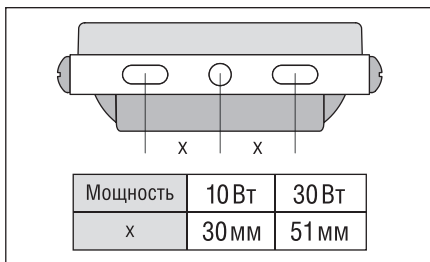

Рис. 2
- Прожектор устанавливают на поверхности при помощи кронштейна с тремя отверстиями, Рис.2.